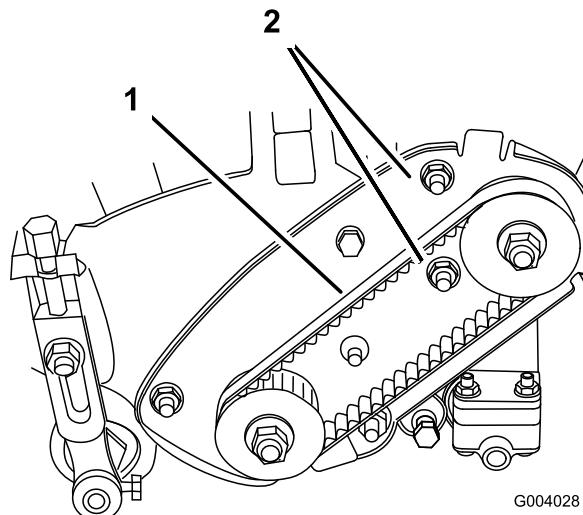

Figura 32
- A. Allentate i dadi di montaggio della sede del cuscinetto (Figura 32).
- C. Serrate i dadi di montaggio della sede del cuscinetto (Figura 32). Non tendete eccessivamente la cinghia.